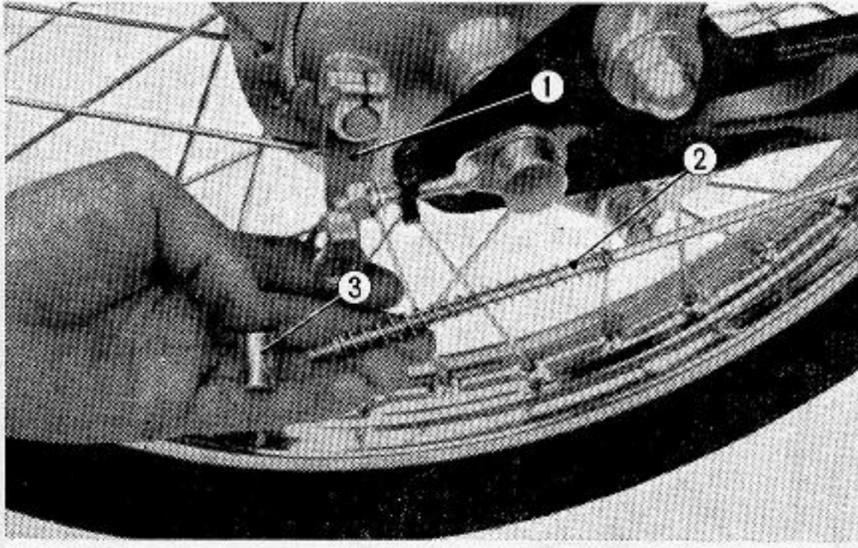
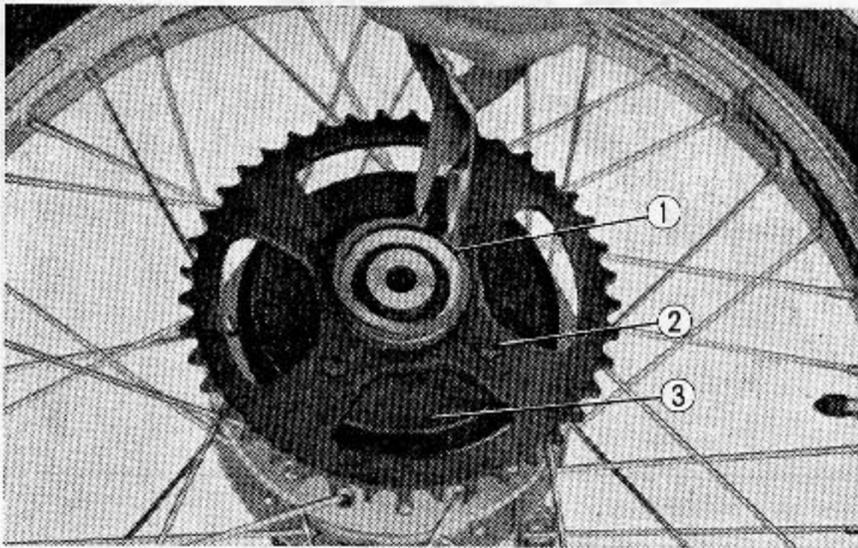

Abb. 4.65 Hinterradbremzugstange ausbauen
Abb. 4.66 Hinterraddämpferscheibe
- (4) Bremsstrebenbolzen lösen und Bremsstrebe von der Ankerplatte abbauen.
- (5) Bremseinstellmutter lösen und Bremszugstange vom Bremsaußenhebel abbauen. (Abb. 4.65)
- (6) Achsmutter lösen und die Achse herausziehen, um den Ketteneinsteller und die Ankerplattendistanzhülse auszubauen.
- (7) Hinterrad ausbauen.
- (8) 50 mm Federring ausbauen; dann Kettenritzel und Dämpferscheibe als eine Einheit ausbauen. (Abb. 4.66)
- (9) Dämpfergummi, Nr. 26376 Simmerring, Nr. 6301R Kugellager und Distanzhülse ausbauen.
- (10) Die Bremsbacken werden durch Federdruck zusammengehalten; die Bremsbacken anheben und von der Ankerplatte abnehmen.
- (11) Reifen mit dem Montiereisen von der Felge abziehen und den Schaluch herausnehmen.